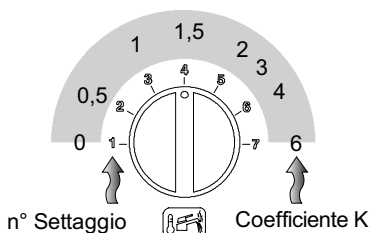

Figura 5.27
- Per visualizzare il settaggio impostato tenere premuto il pulsante di ripristino 6 per circa 5 secondi. Le spie di segnalazione 3 lampeggeranno un numero di volte pari al settaggio (Figura 5.27)
- Per cambiare il settaggio ruotare la manopola regolazione temperatura sanitari 4 e posizionarla nel valore di **K** desiderato Figura 5.27 (nella figura es. manopola settata per **K 1,5**), la lampada di segnalazione blocco 7 lampeggia velocemente.